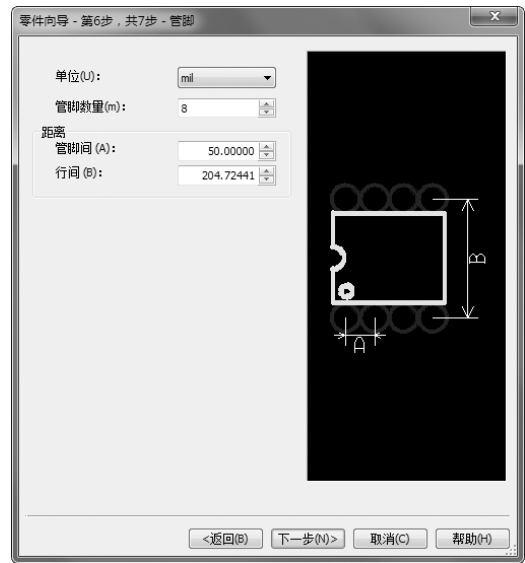

图 14-6 焊盘间距设置界面
6) 单击“下一步”按钮，进入焊盘数目设置界面、设置引脚间距，如图 14-6 所示。